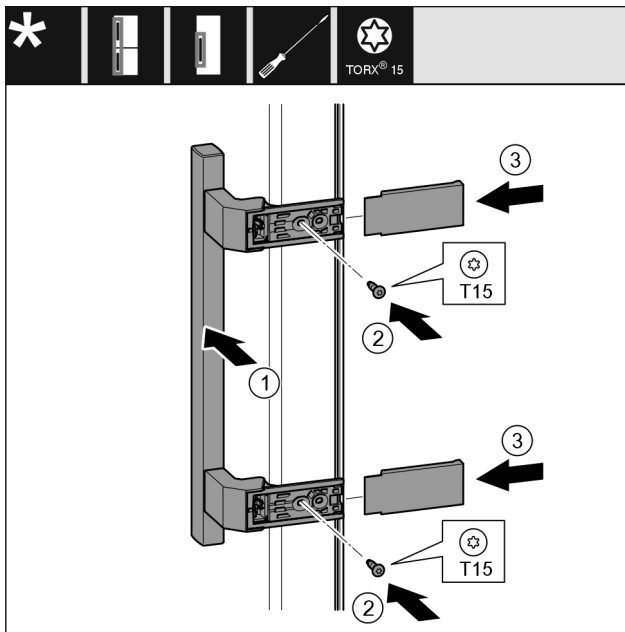

Fig. 20
- ▶ Установите ручку Fig. 20 (1) на противоположной стороне.
- ▶ Затяните винты Fig. 20 (2) отверткой.
- ▶ Установите крышки Fig. 20 (3) сбоку и надвиньте их.